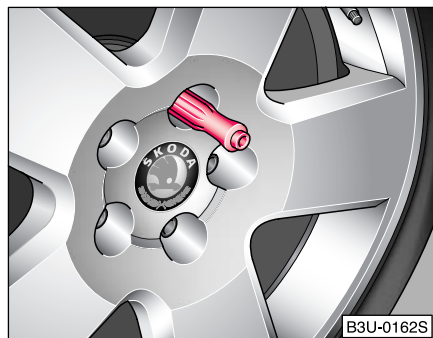

Fig. 177 Schimbarea roții: Fixarea capătului hexagonal al șurubelniței pe șuruburile roții
- Cu ajutorul cheii speciale din mânerul șurubelniței (trusa de scule) desfaceți șurubul situat cel mai sus și așezați-l pe o suprafață curată ⇒ Fig. 177.